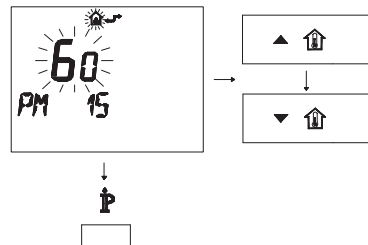

Figura 5.21
- Modificare il SET programmato agendo sui pulsanti ▲**UP** o ▼**DOWN** fino a visualizzare un **set di 60**, aspettare che il numero programmato cominci a lampeggiare (Figura 5.21).